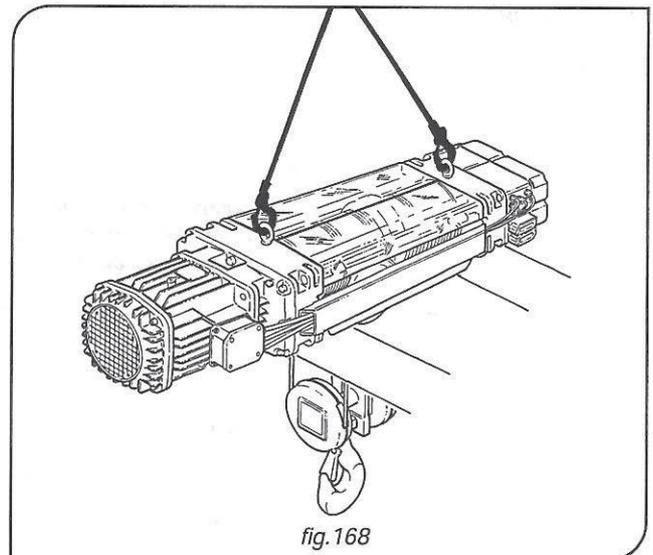

fig. 168
- Colocar una embragadura a dos tiros conectando la extremidad de toma dentro las argollas (fig. 168) del montacargas.